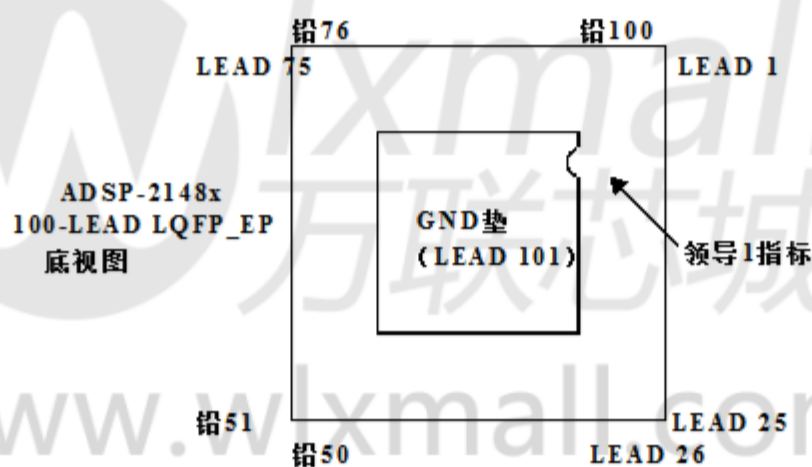

图49. 100引脚LQFP_EP引脚配置 (底视图)
* Pin号 101是处理器的GND电源（见图48和图49）这个焊盘必须牢固地连接到GND。
组态.图49显示了100引脚的底视图